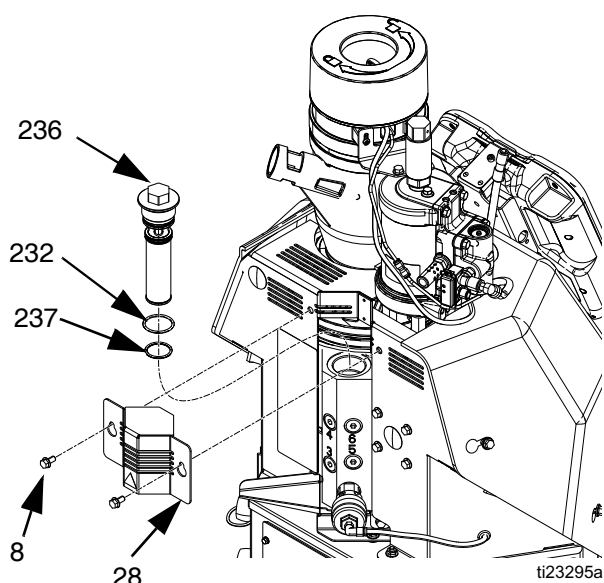

FIG. 23
4. Desserrer deux vis (8), puis faire glisser la petite protection en métal (28) au dos du système pour la retirer. Voir la FIG. 23.
5. Utiliser une douille de 25,4 mm (1") pour dévisser le filtre de sortie (236).
6. Introduire une clé Allen dans le bouchon du filtre de sortie (236) pour le soulever hors du système.
8. Placer les joints toriques (232, 237) fournis avec le nouveau filtre de sortie sur ce dernier (236).
10. Installer la petite protection en métal (28) sur le filtre de sortie, puis serrer les deux vis (8).